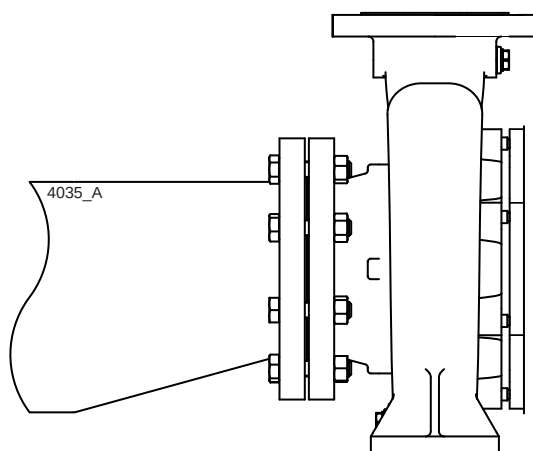

Рисунок 11. Переходной патрубок с эксцентрическим расположением концевых отверстий для приемного фланца
- Сечение всасывающей трубы должно иметь достаточные размеры. Эта труба должна быть максимально короткой и подходить к насосу таким образом, чтобы исключить образование воздушных пробок. Если это невозможно, в самой верхней точке трубы следует предусмотреть устройство для выпуска воздуха. Если внутренний диаметр всасывающей трубы превышает размер приемного патрубка насоса, для предотвращения воздушных пробок и завихрений необходимо использовать переходной патрубок с эксцентрическим расположением концевых отверстий. См. рисунок 11.